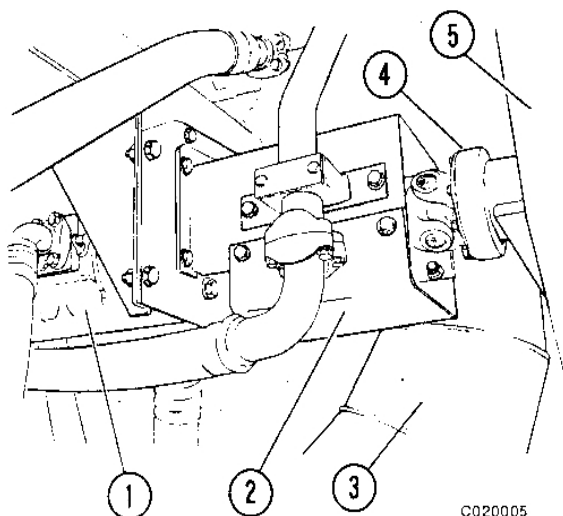

FIGURA 2-1. EJE DE MANDO DE LA BOMBA HIDRÁULICA
2. Saque la cubierta de la protección del eje de mando (2, Figura 2-1). Desconecte el eje de mando de la bomba hidráulica (4) en la pestaña de la junta en U del eje de mando, montado en el alternador (5).